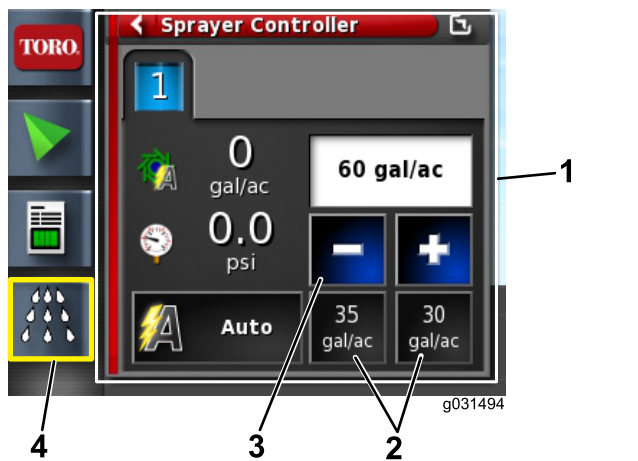

图 42
4. 如果喷洒率错误请按预设喷洒率图标以更改喷洒率再按减少和增加图标以递增方式更改喷洒率或选择当前喷洒率字段并用数字键盘输入喷洒率 图 42 和 图 43。